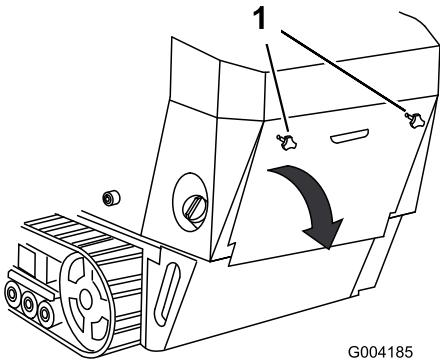

Figure 29
- Dévissez les 2 boutons de fixation du couvercle d'accès arrière à la machine (Figure 29).
- Basculer le couvercle d'accès arrière vers le bas et déposez-le pour accéder aux composants internes (Figure 29).